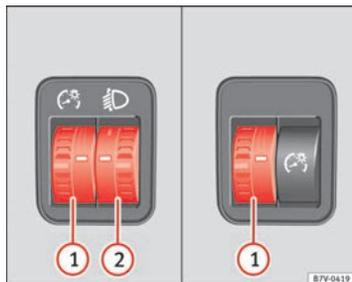

Fig. 62 Al lado del volante: reguladores de la iluminación de los instrumentos y los mandos ① y del alcance de las luces ②.
Con las luces encendidas se puede regular la intensidad de la luz de los instrumentos y los mandos girando el mando → fig. 62 ①.